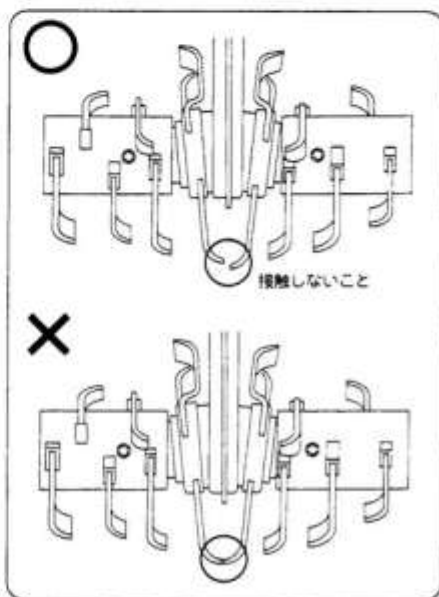

図40
- ❷ クロス刃受を手で回転させて左側と右側の爪が接触していないことを確認してください。(図40)